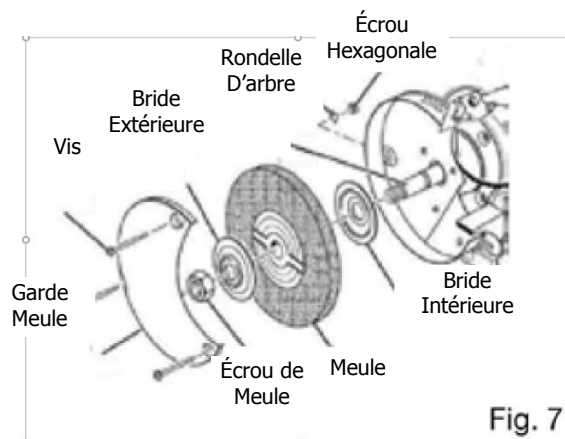

Fig. 7
1. Desserrez les trois vis et retirez le garde meule. (Fig.7)
2. Tournez l'écrou dans le sens des aiguilles d'une montre avec une clé. (Fig.7)